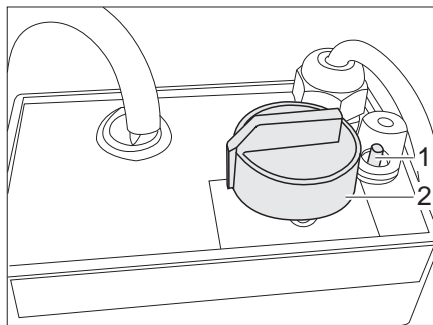

Bild 115 Regler für elektrische Fußbodenerwärmung
- Den Drehregler (Bild 115,2) auf die gewünschte Heizstufe drehen.
- Den Drehregler (Bild 115,2) auf Stellung "0" drehen.
Wenn der Regler überlastet wird, spricht der Überlastungsschutz an. Der Stift (Bild 115,1) springt heraus.
- Den Stift (Bild 115,1) am Überlastungsschutz eindrücken, wenn der Regler abgekühlt ist.